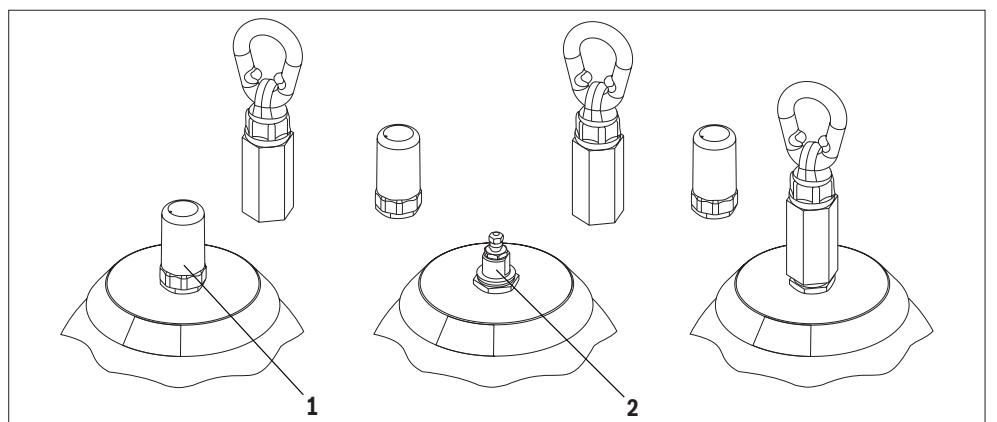

Abb. 6: Anbringen einer Hebevorrichtung
1. Schrauben Sie eine Hebevorrichtung auf das Gewinde 7/8" 14 UNF-1A, siehe Pos. 2 in Abb. 6. Nehmen Sie dazu die Abdeckkappe Gasventil, siehe Pos. 1 in Abb. 6, ab.